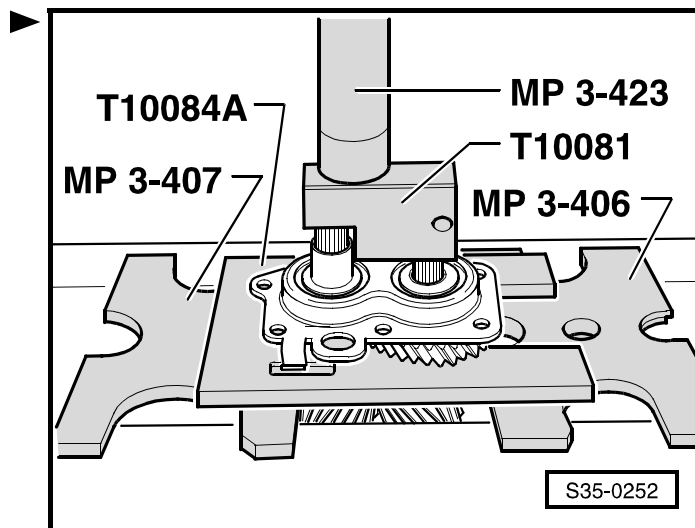

Рис. 4: Извлечение втулки роликоподшипника с шестерней для 4-ой передачи ►
- извлечение ⇒ Рис. 4 в **35-1** страница 5